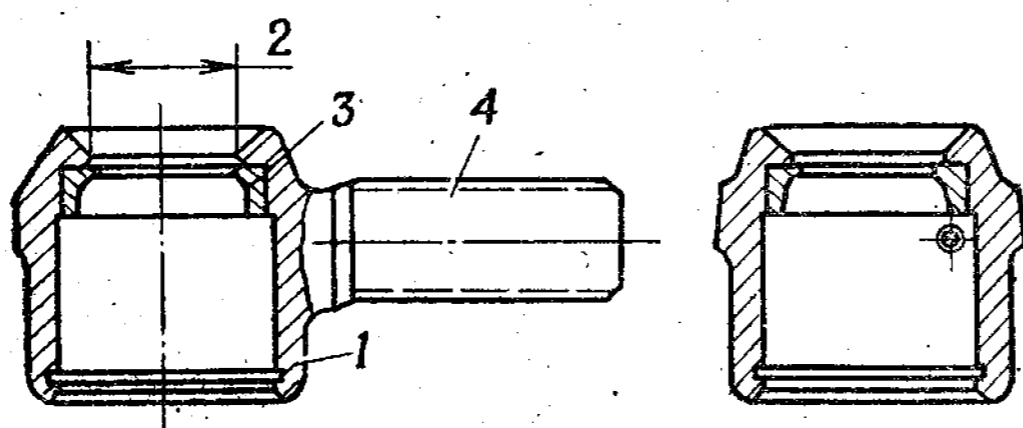

Рис. 153. Наконечник тяги сошки и тяги рулевой трапеции с сухарем в сборе
2. Наконечник тяги сошки и тяги рулевой трапеции с сухарем в сборе. (рис. 153)